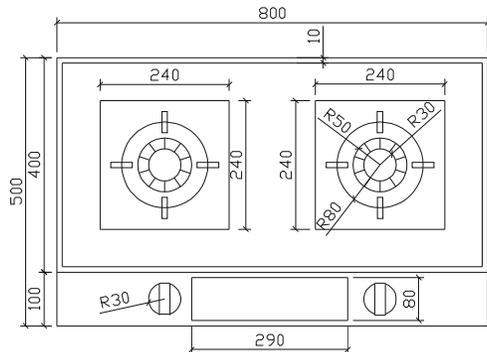

图 4-2-32
使用本案例的制作方法，使用 AutoCAD 2004 绘制出如图 4-2-32、4-2-33 所示的燃具和洗衣机的平面图，主要练习阵列命令 ARRAY (AR) 中环形阵列和矩形阵列的应用。